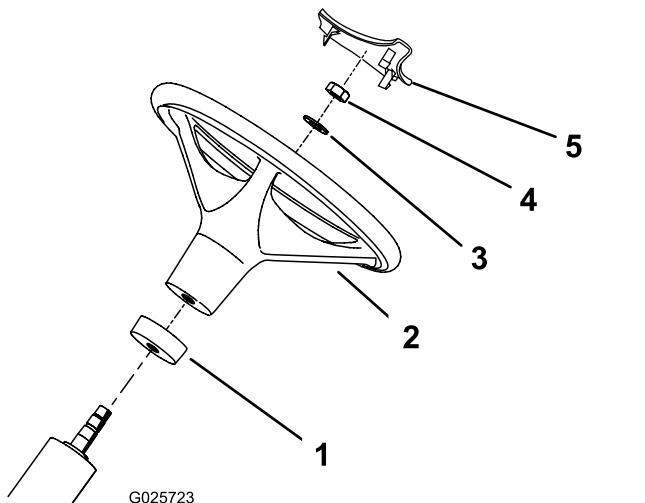

Figura 3
2. Deslice el collar de espuma (empezando por el extremo más pequeño) sobre la columna de dirección (Figura 3).
3. Coloque el volante sobre la columna de dirección (Figura 3).
4. Fije el volante a la columna de dirección con una arandela y una contratuerca (Figura 3).
6. Coloque el embellecedor en su posición en el volante y presione para sujetarlo (Figura 3).